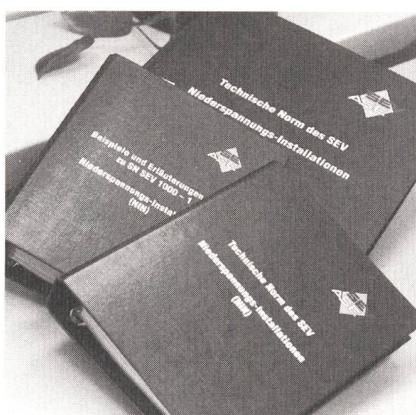

Bild 1 Die dreibändige Ausgabe der Niederspannungs-Installations-Norm
Ein Normenwerk, das die typischen Kennzeichen des Übergangs trägt, ist die Niederspannungs-Installations-Norm (NIN). Aus den ehemals nationalen Hausinstallationsvorschriften (HV) abstammend, entwickelt sie sich – hauptsächlich im Rahmen der europäischen Normenvereinigung Cenelec – zunehmend zur international harmonisierten Installationsnorm. Bereits heute enthält die neue NIN neben der SEV-Norm (Teil I) und den zugehörigen Beispielen und Erläuterungen (Teil II) einen Teil III mit jenen Cenelec-Normen inklusive Beispielen und Erläuterungen, die durch die Harmonisierung zum integrierenden Normenbestandteil geworden sind (Bild 1).